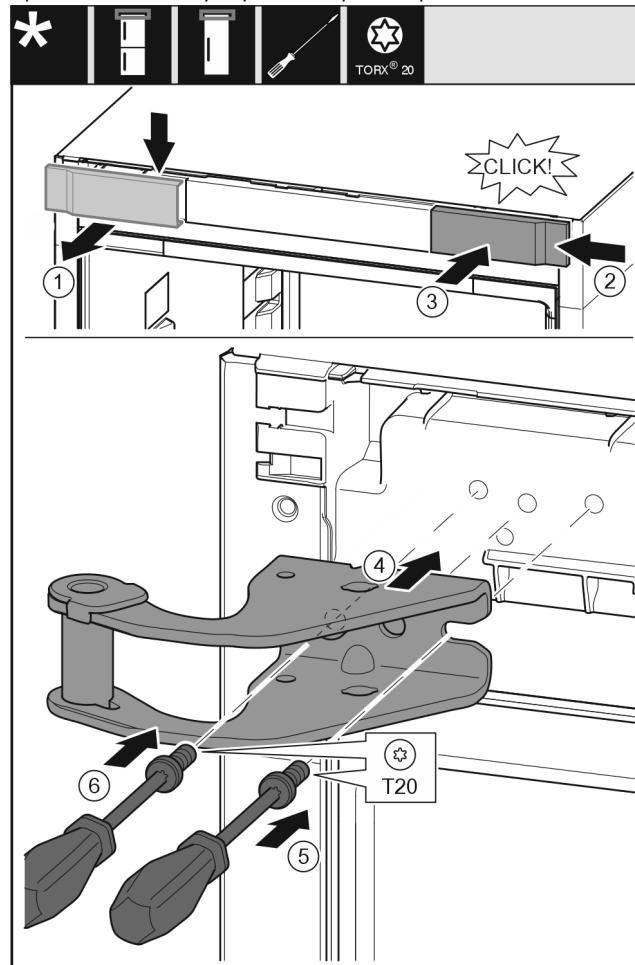

Fig. 8
- Снимите крышку сверху вперед. Fig. 8 (1)
- Навесьте крышку, повернув ее на 180°, справа с другой стороны. Fig. 8 (2)
- Зафиксируйте крышку. Fig. 8 (3)
- Установите верхний опорный кронштейн. Fig. 8 (4)
- Установите и затяните винт отверткой T20. Fig. 8 (5)
- Вставьте и затяните винт отверткой T20. Fig. 8 (6)